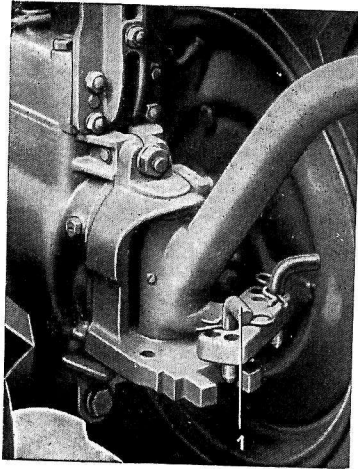

Fig. 16
E) **Attelage déporté :** (fig. 16) pour le chaussage ou déchaussage des vignes et des arbres fruitiers, le timon peut être déporté à droite ou à gauche.